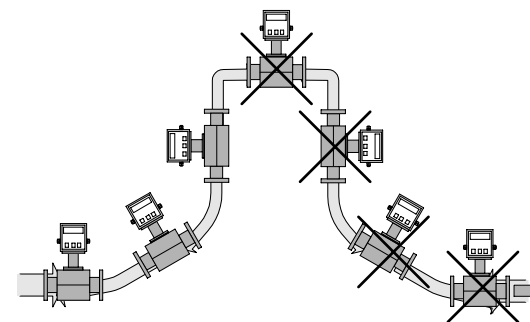

Рис. 2.
5.2.1. Первичный преобразователь устанавливается на горизонтальном, вертикальном или наклонном трубопроводе таким образом, что весь объем трубы ПР в рабочих условиях заполнен измеряемой средой (рис.2), а линия электродов первичного преобразователя горизонтальна (рис.3)